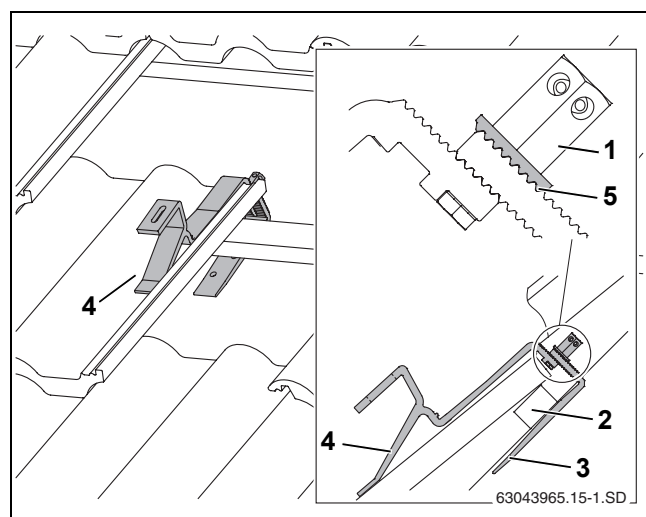

Fig. 13 Gancho de tejado enganchado (para facilitar la vista se han eliminado de la figura algunas tejas)
- Enganche los ganchos del tejado de tal forma que el apoyo delantero descansa sobre el perfil ondulado (Fig. 13, [4]).
- Deslice hacia arriba la parte inferior del gancho de tejado (Fig. 13, [3]) hasta que éste descansa sobre el listón del tejado (Fig. 13, [2]).
- Apriete la tuerca hexagonal larga (Fig. 13, [1]). Introduzca para ello la llave de tamaño 5 en un orificio de la tuerca hexagonal y gírela.
La arandela dentada (Fig. 13, [5]) debe encajar en el lado dentado de la parte inferior del gancho para tejado.